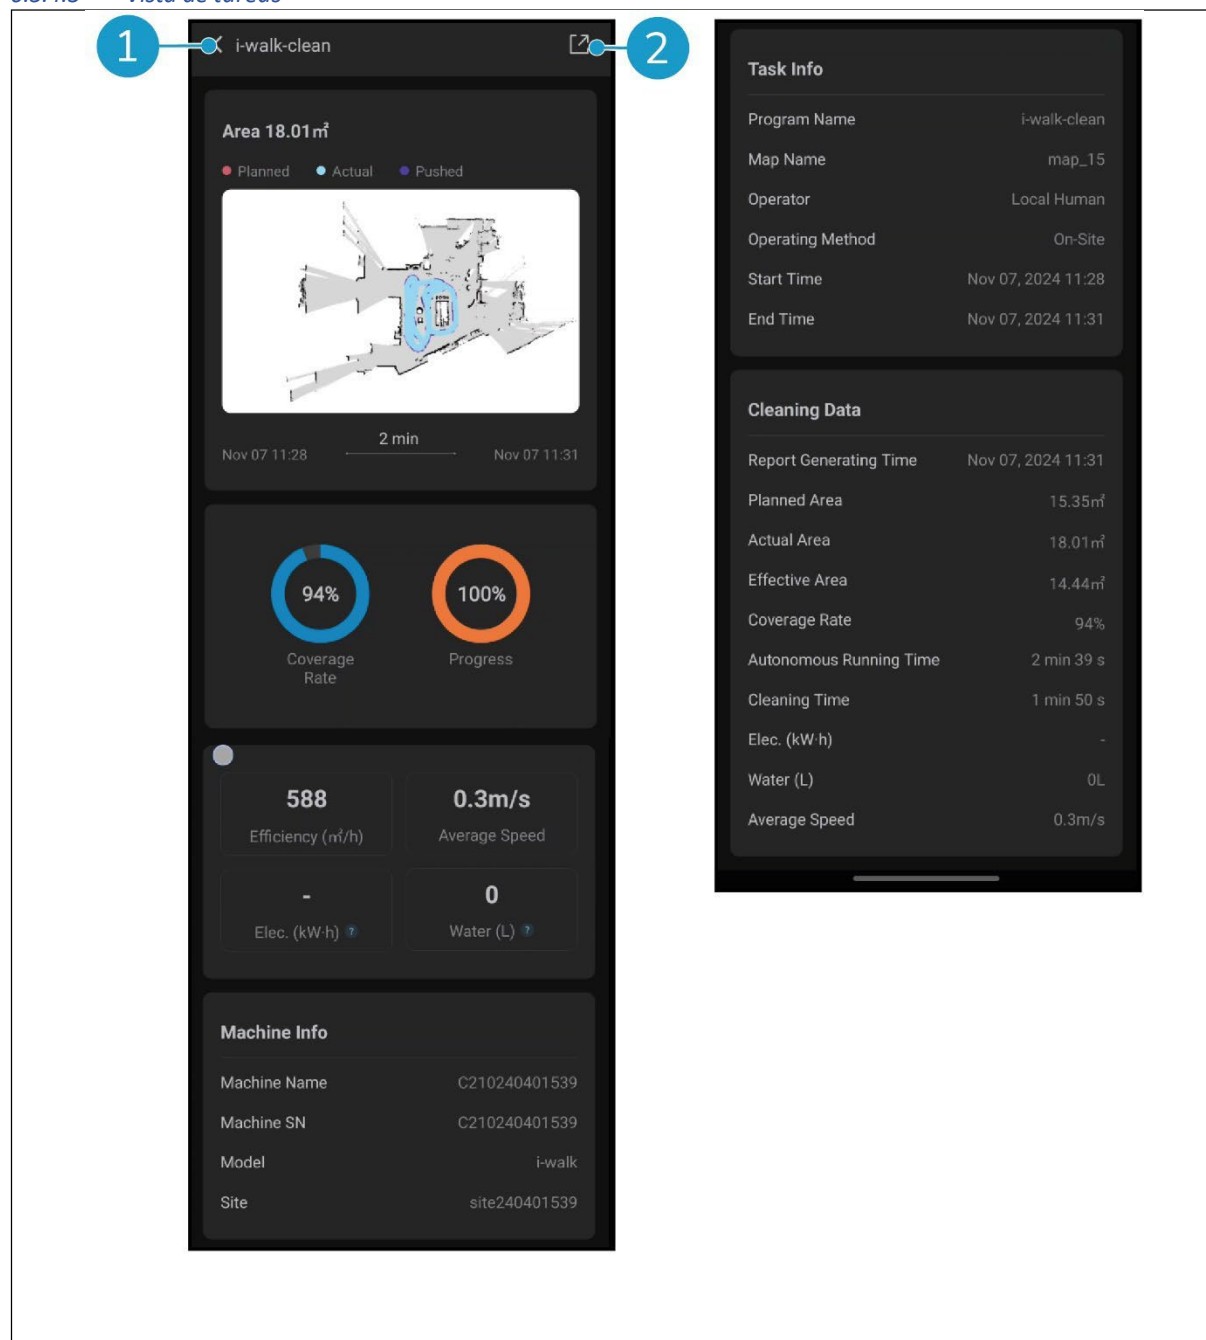

Figura 35
- Pulse el botón [\[Share\]](#) (Compartir) (Figura 35, pos. 2) para compartir o exportar la información de la tarea de limpieza.